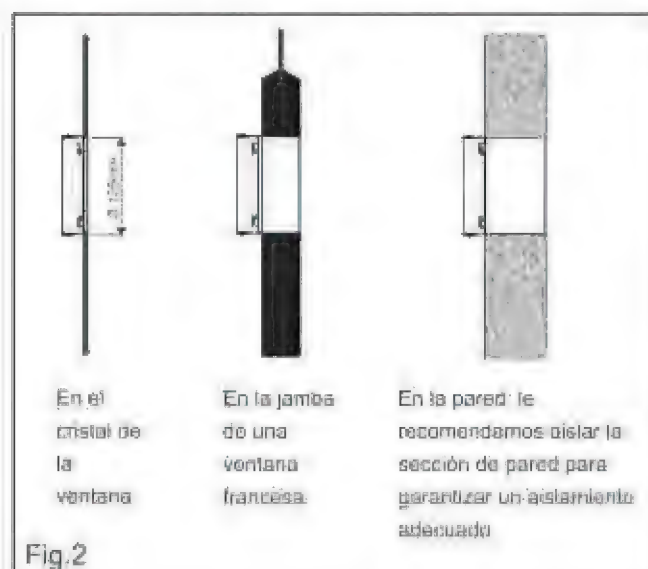

Fig.2
- Taladre un orificio en una pared exterior o a través del cristal de una ventana. Respete la altura y las dimensiones del orificio que se especifican en la Fig. 2.